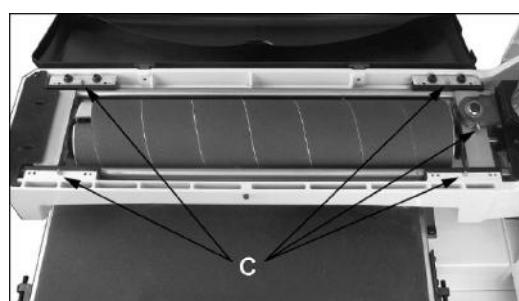

Abb. 10-2: Schmierstellen
- Alle 150 Betriebsstunden die 5 Schmiernippel (C, Abb. 10-2) mit Lagerfett (NLGI # 2, DIN 51818) schmieren. *Nicht überfetten*.